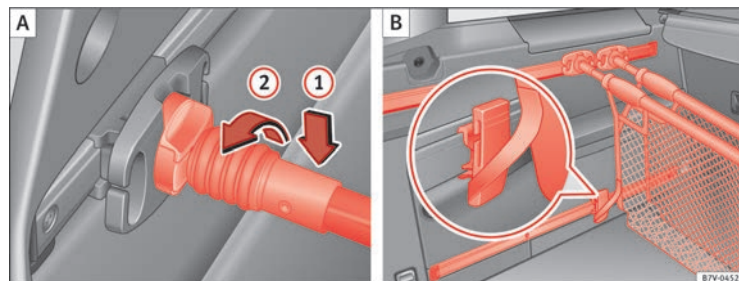

Fig. 97 Enganche la red para el equipaje (1) y utilízela como bolsa (2).
Coloque por arriba la varilla de sujeción en el soporte para la red del equipaje ⇒ fig. 97 (1) y gírela 90° hacia la izquierda (2). La marca roja de la varilla de sujeción no deberá verse ⇒ .